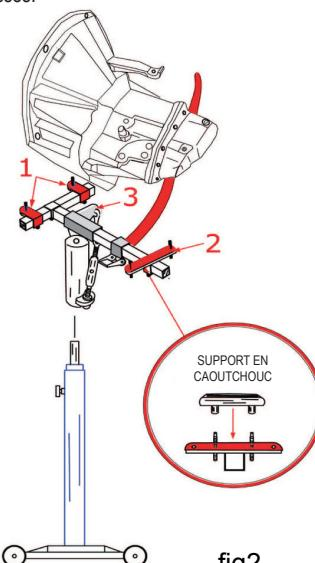

fig2
- positionner le bras de réglage (pièce n° 3 figure 2) sur le côté le plus lourd de la boîte de vitesses;